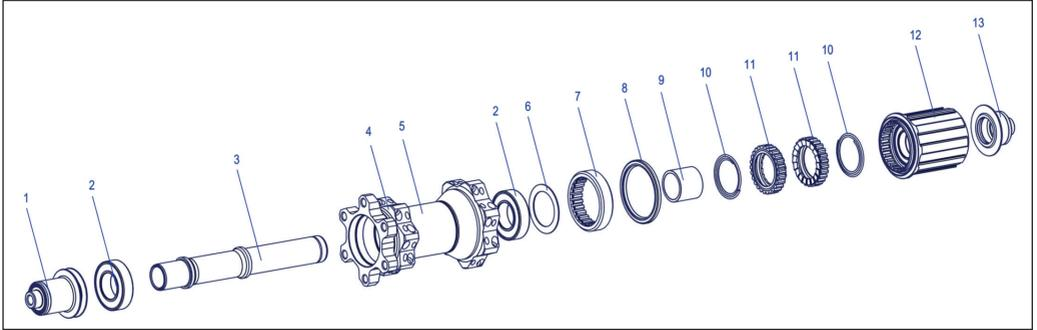

Abbildung 2: Übersicht Hinterrad Nabe mit Ratchet System®
1. Linken Endanschlag (Abbildung 2/1) in einen Schraubstock einspannen.
3. Rechten Endanschlag (Abbildung 2/13) in einen Schraubstock einspannen.
5. Rotor (Abbildung 2/12) vorsichtig von der Nabe abziehen.
6. Federn (Abbildung 2/10), Zahnscheiben (Abbildung 2/11) und Hülse (Abbildung 2/9) von der Nabe abnehmen.
3. Gewinding (Abbildung 2/7) durch Drehen der Nabe gegen den Uhrzeigersinn lösen und herausdrehen.
- Die Dichtung (Abbildung 2/8) vor dem Gewinding wird durch das Abschrauben des Gewinderings aus ihrem Presssitz gelöst.
5. Gewinding (Abbildung 2/7), Dichtung (Abbildung 2/8) und Passscheibe (Abbildung 2/6) abnehmen.
1. Kugellager (Abbildung 2/2) gegenüber der Antriebsseite mit leichten Hammerschlägen auf die Achse herausschlagen.
1. Achse (Abbildung 2/3) mit der kurzen Seite durch das zweite Kugellager (Abbildung 2/2) auf der Antriebsseite stecken.
3. Lange Seite der Achse (Abbildung 2/3) in die Montagehülse stecken.
5. Neues Kugellager (Abbildung 2/2) mit der farbigen Seite nach aussen auf das Nabengehäuse auflegen.
8. Achse (Abbildung 2/3) aus dem Nabengehäuse herausnehmen.
2. Gewinding (Abbildung 2/7) mit der Aussparung nach oben auf das Gewinding-Werkzeug aufschieben.
3. Passscheibe (Abbildung 2/6) in die Aussparung des Gewindingrings einlegen.